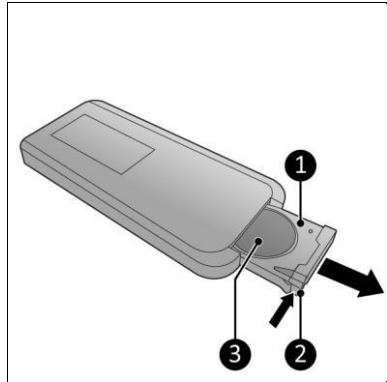

Abbildung 8
1. Drücken Sie auf die Lippe (Abbildung 8, Pos. 2) und entfernen Sie den Schlitz (Abbildung 8).
2. Entfernen Sie die Batterie (falls vorhanden) (Abbildung 8, Pos. 3)